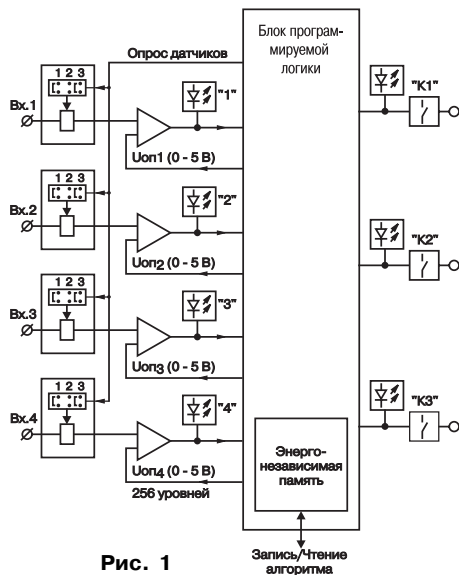

Рис. 1
3.1.1. Функциональная схема прибора САУ-МП представлена на рис. 1.